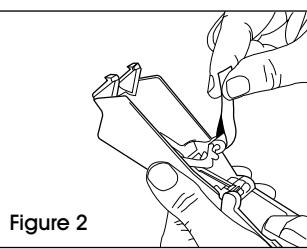

Figure 2
- Insérez le papier dorsal plié entre le rouleau encreur et le transporteur. Tirez pour libérer l'ancien rouleau encreur. (Voir figure 2)